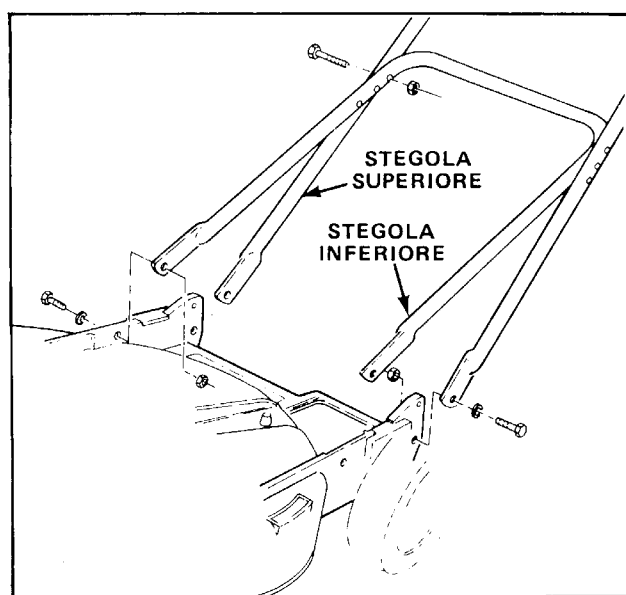

Figura 2
3. Servendovi della fila anteriore di fori di montaggio, montate la stegola inferiore sull'interno dello chassis del tosaerba con (2) viti a ferro, lunghe 1-1/4 pollici (32 mm), molle Belleville e controdadi, come mostrato nella figura 2. La molla deve essere adiacente alla testa della vite.
4. Servendovi della fila posteriore di fori di montaggio, montate la stegola superiore sull'esterno dello chassis del tosaerba con (2) viti a ferro, lunghe 1-1/4 pollici (32 mm), molle Belleville e controdadi, come mostrato nella figura 2.
5. Allineate i fori di montaggio delle stegole superiore ed inferiore e fissatele con (2) viti a ferro, lunghe 2-1/2 pollici (64 mm), e controdadi.